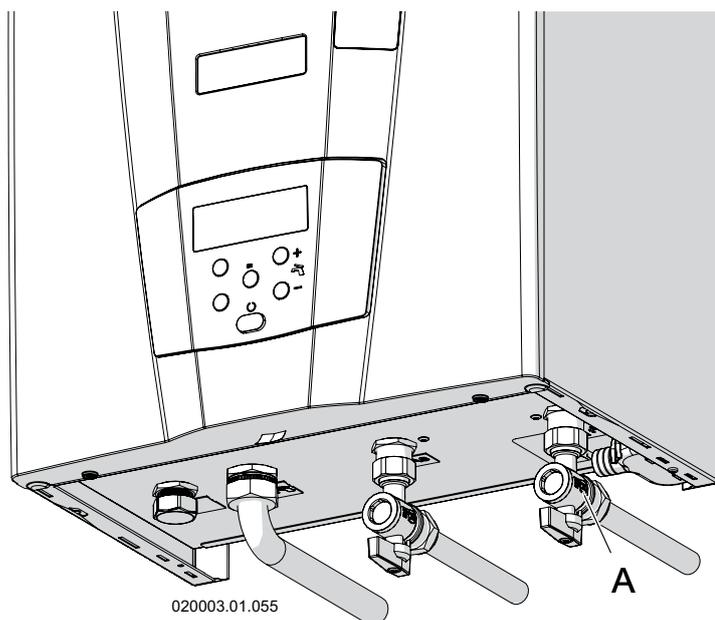

Figura 6-12 - Selector de caudal de agua caliente sanitaria ("A")
- 5.- Si la temperatura del agua es demasiado fría, hay que reducir el caudal utilizando un grifo situado antes del aparato, hasta alcanzar la temperatura deseada (véase la Figura 6-12, detalle "A").